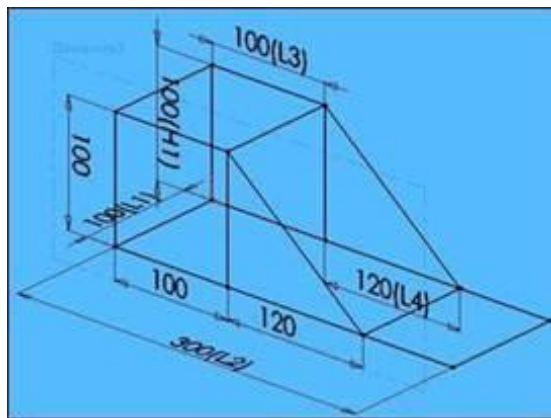

Рисунок 7.4 – Готовий
7. Проведіть горизонтальні лінії, що з'єднують ескізи площині «Front» і Площини 3 (рис. 7.4).